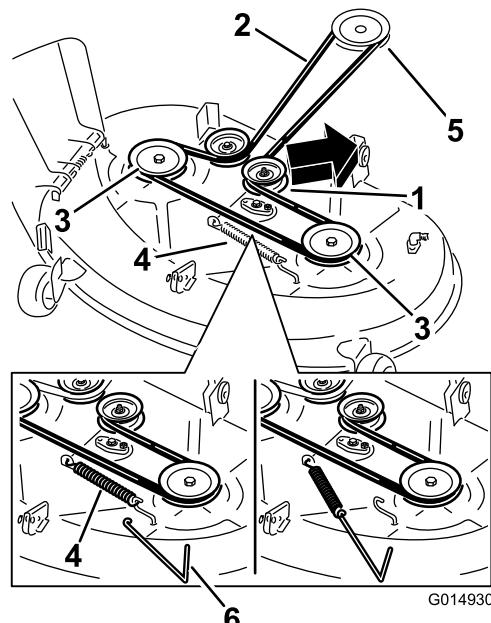
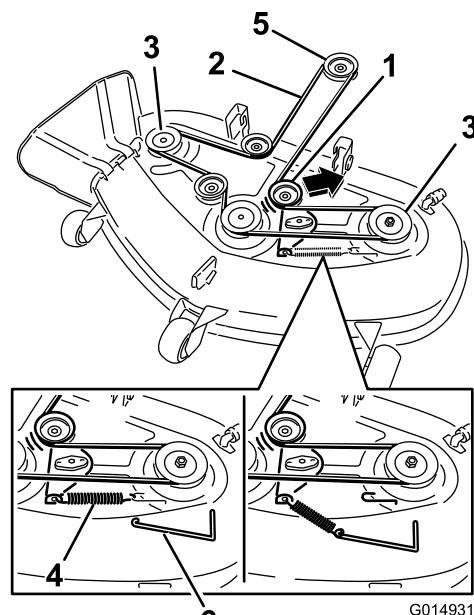

Figure 69
Figure 70
5. À l'aide d'un outil de dépose de ressort (réf. Toro 92-5771), décrochez le ressort du crochet sur le plateau pour détendre la poulie de tension et déchaussez la courroie des poulies (Figure 69 et Figure 70).
| 6. Acheminez la courroie neuve autour des poulies du moteur et du plateau de coupe (Figure 70). | |
7. À l'aide d'un outil de dépose de ressort (réf. Toro 92-5771), accrochez le ressort à l'ergot sur le plateau pour tendre la poulie de tension et la courroie de plateau de coupe (Figure 69 et Figure 70).